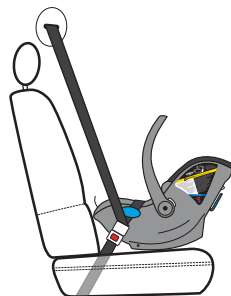

Figura 78
Si aún no puede mover el portabebé para que la línea de referencia azul quede paralela al suelo, retire el cinturón de hombro del vehículo de alrededor de la parte trasera del portabebé y déjelo retraerse a una posición contra la parte delantera del respaldo del asiento del vehículo, como se muestra en la **Figura 78**, y mueva el portabebé para que la línea de referencia azul quede paralela al suelo, o muévelo a otra posición de asiento.
- NO envuelva el cinturón de hombro alrededor de la parte trasera del portabebé. Deje que el cinturón de hombro se retraiga a una posición contra la parte delantera del respaldo del asiento del vehículo, como se muestra en la **Figura 78**.